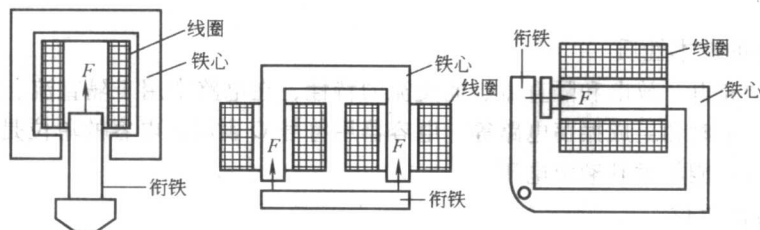

图 1-8 电磁铁的几种结构
1. 电磁铁的原理 电磁铁是利用通电的铁心线圈吸引衔铁或保持某种机械零件、工件于固定位置的一种电器。衔铁的动作可使其他机械装置发生联动。当电源断开时，电磁铁的磁性随着消失，衔铁或其他零件即被释放。它的结构通常有图 1-8 中所示的几种。